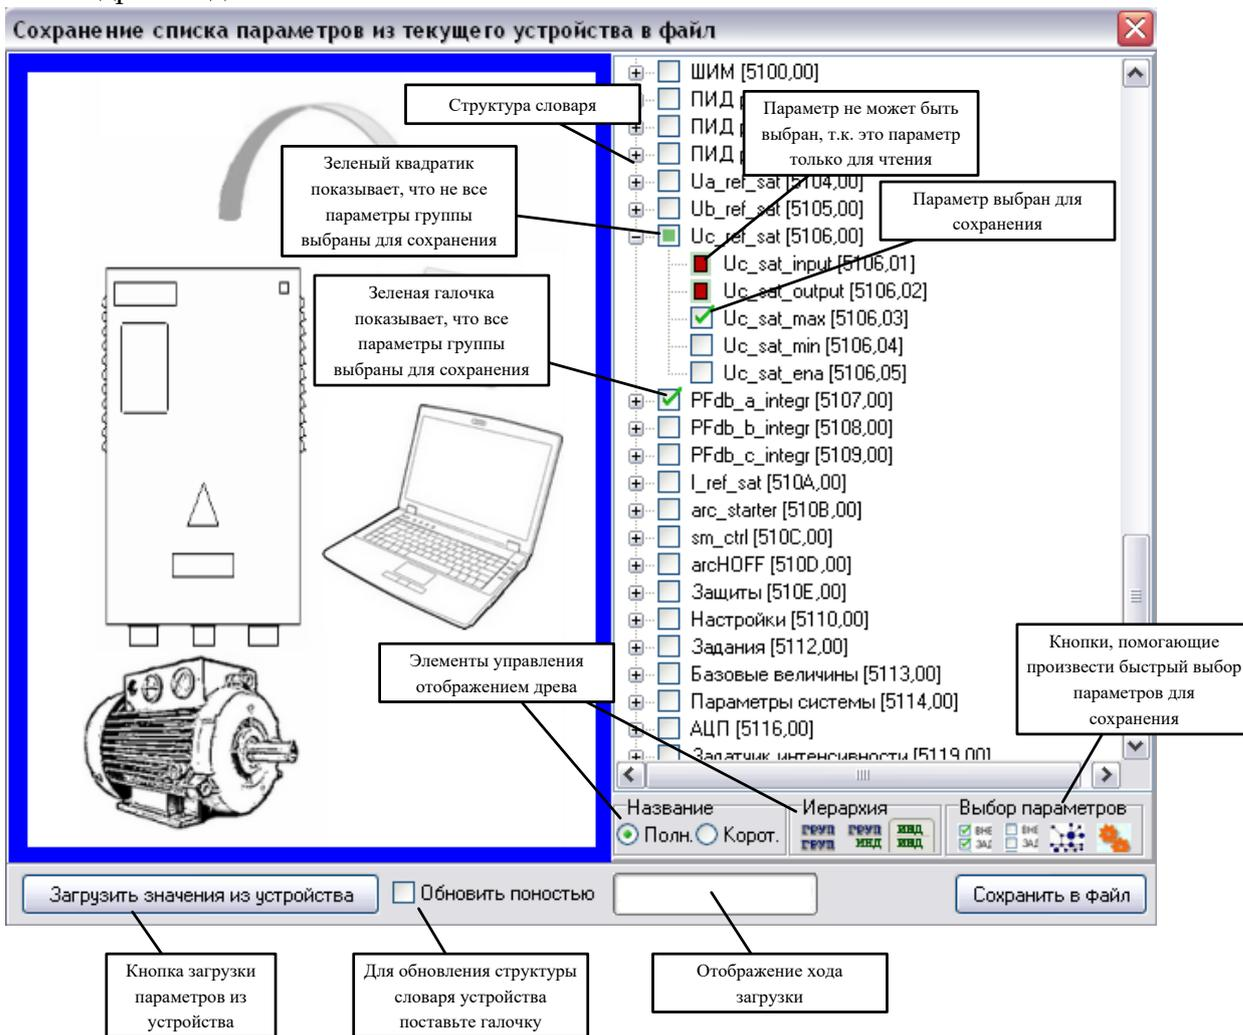

Рис. 6.7 Окно сохранения параметров на жесткий диск компьютера
3. Для вызова окна сохранения параметров устройства выберите **меню/ сервис/ перенос параметров/ сохранение в файл**. Появится соответствующее окно – см. Рис. 6.7.
4. Перед сохранением параметров в файл необходимо загрузить параметры из устройства. Для этого необходимо нажать кнопку «Загрузить значения из устройства». Обратите внимание на галочку «Обновить полностью» - см. Рис. 6.7. Если галочка стоит, то при нажатии на кнопку загрузки значений параметров произойдет загрузка словаря устройства полностью – структура, форматы, тексты и т.д. Если галочка снята, то произойдет загрузка только непосредственно значений параметров. Таким образом, если пользователь уверен, что текущий словарь
- После загрузки параметров устройства структура словаря отобразится в виде древовидного списка - см. Рис. 6.7.